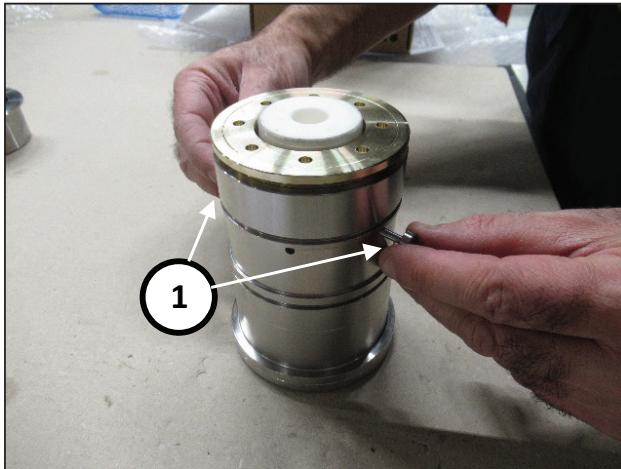
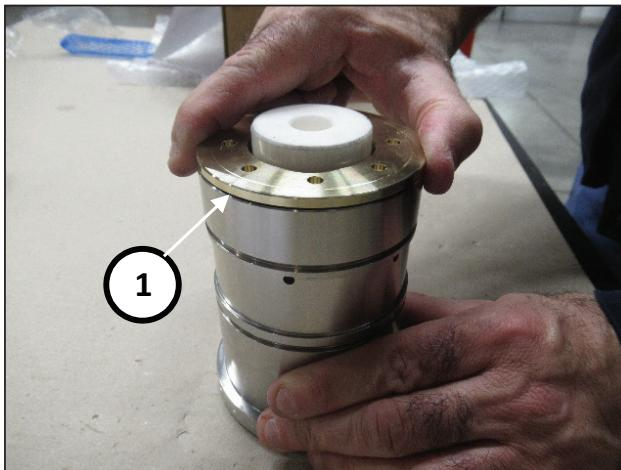

Fig. 188
Fig. 189
Sfilare i perni dell'attrezzo cod.27945400 (pos. ①, Fig. 188) e completare l'avvitamento del supporto guarnizioni (pos. ①, Fig. 189).